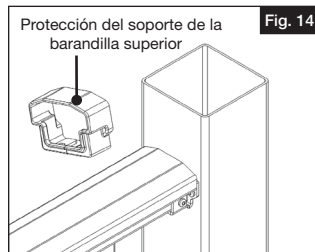

Fig. 14
- Abra la protección del soporte de la barandilla superior para colocarla alrededor de la barandilla superior (Fig 14). Mientras esté abierta, asegúrese de que la "lengüeta" encaje detrás de la barandilla y contra el poste.